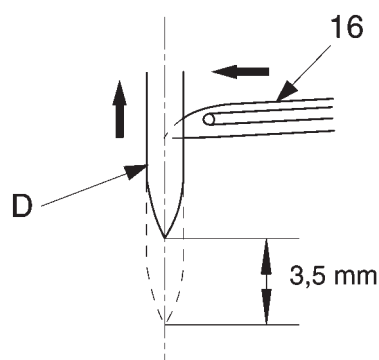

Рис. 39
В тот момент, когда стержень игловодителя поднимется на 3,5 мм из самого нижнего положения, носик петлителя 2-ниточного цепного стежка 16 должен находиться точно на осевой линии иглы (D) (рис. 39).
- Поворачивайте маховик в нормальном направлении до тех пор, пока носик петлителя 2-ниточного цепного стежка 16 не установится точно на осевой линии иглы (D) (рис. 39).